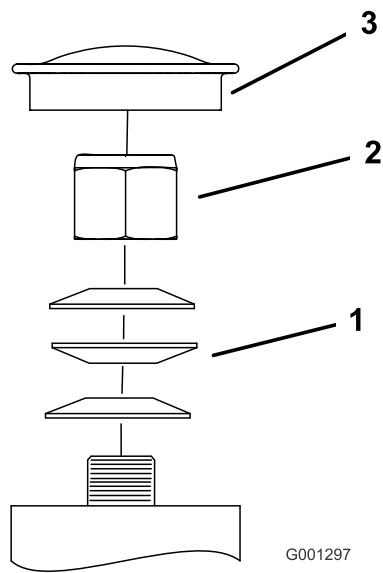

Figure 65
3. Retirez le couvre-moyeu de la roue pivotante et serrez le contre-écrou (Figure 65).
4. Continuez de serrer le contre-écrou jusqu'à ce que les rondelles élastiques soient aplaties, puis desserrez-le de 1/4 de tour pour obtenir la précharge correcte des roulements (Figure 65).
**Important:** Veillez à placer les rondelles élastiques comme illustré à la Figure 65.
5. Reposez le couvre-moyeu (Figure 65).